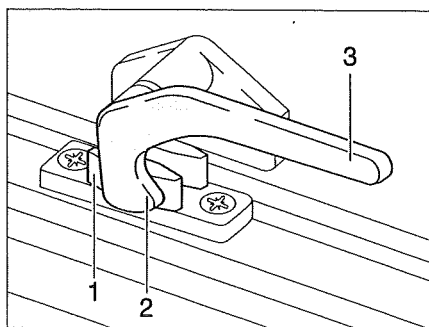

Bild 35 Låsarm i läget "stängt"
- Sväng låsarmen (Bild 35,3) ett kvarts varv mot fönstrets mitt.
- Sväng låsarmen (Bild 35,3) ett kvarts varv mot fönsterkarmen. Låsspaken (Bild 35,2) är placerad på insidan av fönsterlåset (Bild 35,1).
- I läget "helt stängt" (Bild 35).